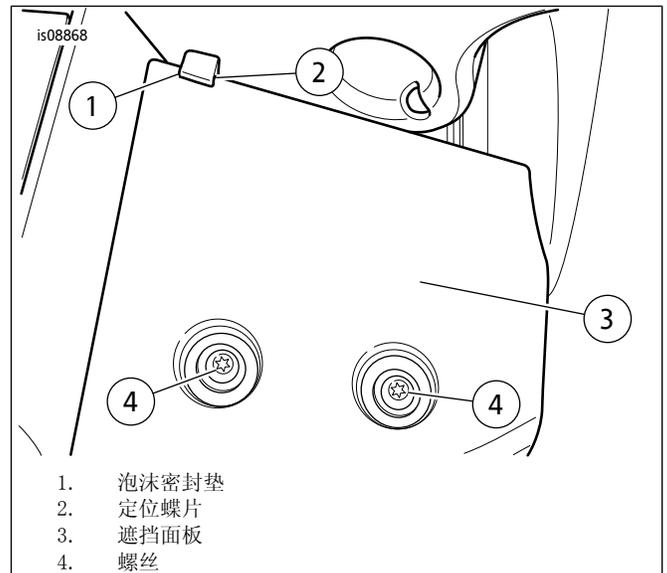

图9。遮挡面板和定位蝶片泡沫
10. 参见图9。沿着遮挡面板的定位蝶片(2)折叠一片修剪过的密封垫(1)。安装面板(3)。在螺丝(4)的洁净螺纹部分涂抹一滴Loctite 243-Blue(乐泰243-蓝色)。安装螺丝。拧紧至7.3-8.4 N·m(65-75 in-lbs)。